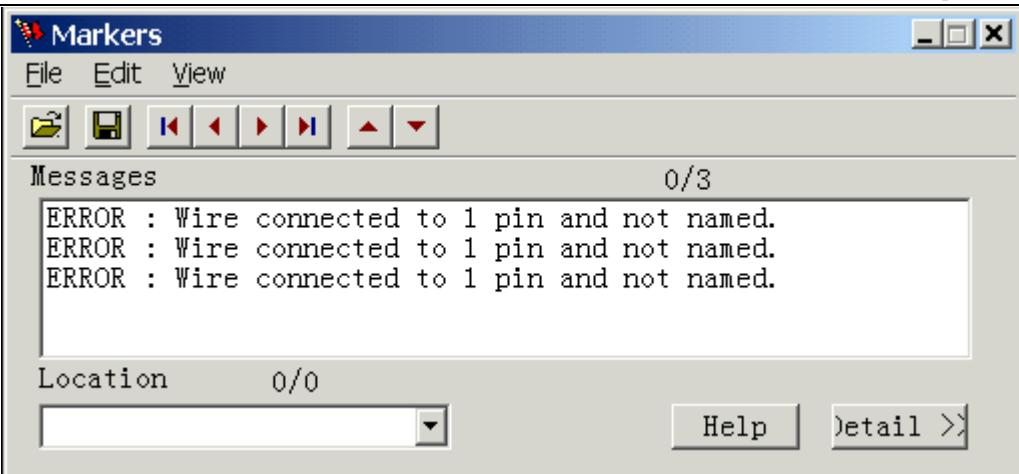

图 3.18
1. File->Save，提示有三个错误，View Error 后出现如图 3.18 的对话框